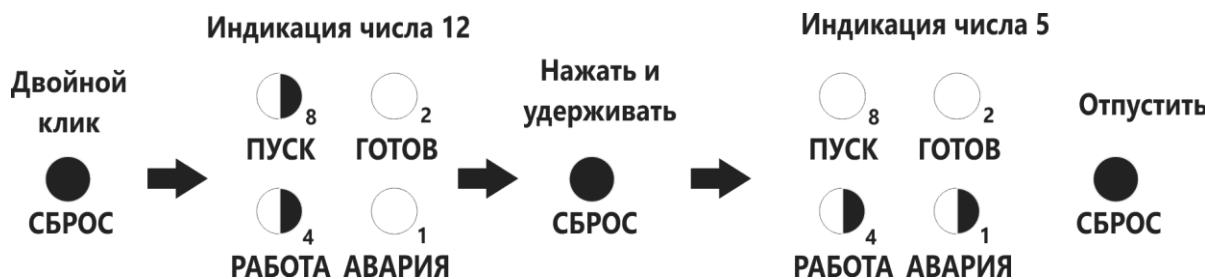

Рисунок 9 Пример индикации тока 125%
1.11.5 Последовательность действий (пример индикации тока 125%, см. рис.9):